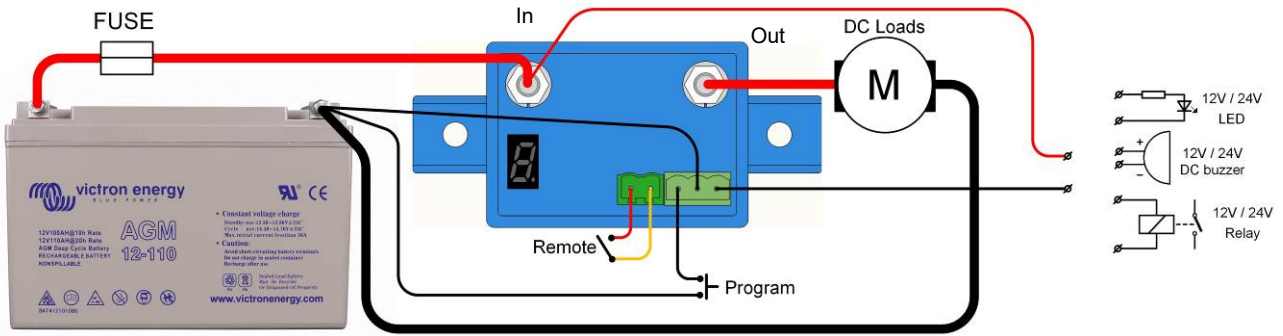

Abbildung 1: Anschlussplan des BP-65
8. Es lässt sich ein ferngesteuerter Ein-/Aus-Schalter an den zweipoligen Stecker (siehe Abbildung 1) oder zwischen Pol 2-1 des zweipoligen Steckers und den Pluspol der Batterie anschließen.
9. Ein akustisches Signal, eine LED oder ein Relais lässt sich zwischen den Alarmausgang und den Pluspol der Batterie anschließen (siehe Abbildung 1). Maximale Last am Alarmausgang: 50 mA (kurzschlussfest)